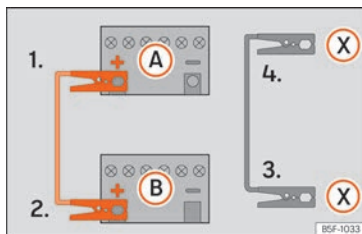

Fig. 45 Schema elettrico per i veicoli dotati di sistema Start&Stop.
- 4b. *Nei veicoli con sistema Start/Stop:* collegare un'estremità del cavo nero di emergenza (X) a un terminale di massa idoneo, a un elemento metallico massiccio avvitato al monoblocco del motore o al monoblocco stesso » **fig. 45.**
5. Collegare l'altra estremità del cavo nero (X), al monoblocco del motore del veicolo con la batteria scarica oppure ad un elemento metallico massiccio annesso al monoblocco e comunque non nelle immediate vicinanze della batteria (A).